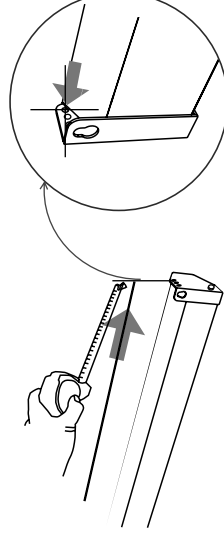
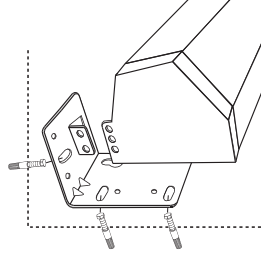

Рис. 4
Рис. 6
- Крепление на потолок: замерьте расстояние между крепежными отверстиями на кор- пусе, как показано на рис. 4. Установите на этом расстоянии крепеж к потолку и по- весьте экран, как показано на рис. 5 или рис. 6, в зависимости от комплектации.